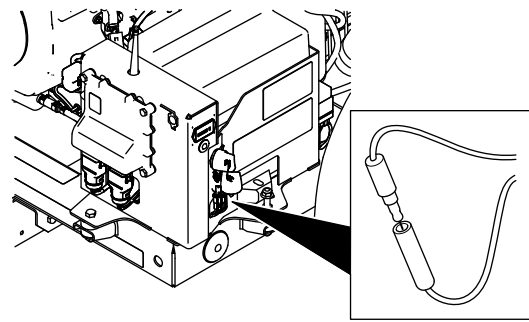

Figura 55
2. Rimuovete il connettore a perno singolo dal connettore a presa singola (Figura 55).
3. Inserite il connettore a perno singolo nel connettore a presa singola (Figura 55).